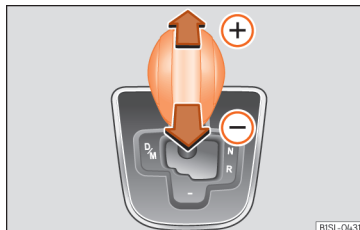

Abb. 167 Wählhebel in Tiptronic-Stellung.
- Wählhebel nach vorn (+) oder zurück schieben (-), um hoch- oder herunterzuschalten »» Abb. 167.